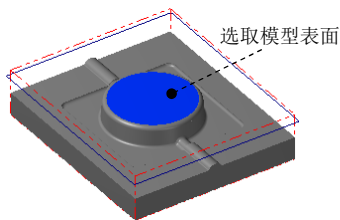

图 12.14 选取加工面
Step2. 选取加工面。在图形区中选取图 12.14 所示的曲面, 然后按 Enter 键, 系统弹出“刀具路径的曲面选取”对话框。单击“刀具路径的曲面选取”对话框中的 **✓** 按钮, 系统弹出“曲面精加工平行铣削”对话框。